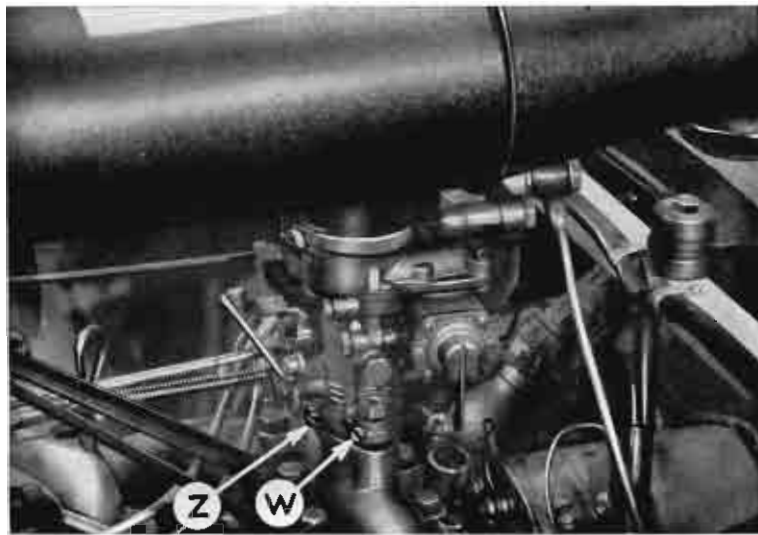

Fig. 36
- Serrer légèrement la vis de butée de papillon Z pour faire tourner le moteur un peu plus vite (fig. 36).